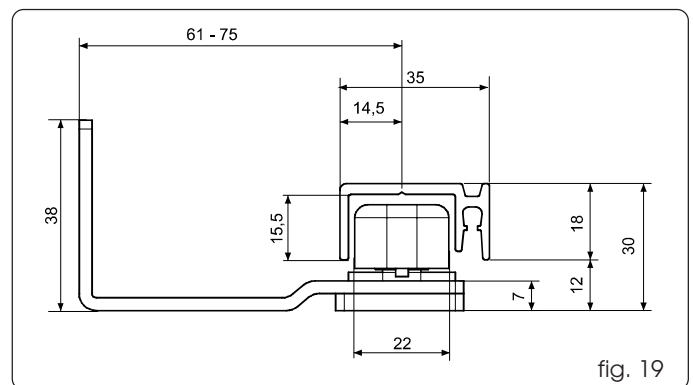

fig. 19
- Assembleer de glij schoenen volgens de maten die worden aangegeven op fig. 19 en 20.
Voor de zelfdragende uitvoering wordt geadviseerd de glij schoen van fig. 19 te gebruiken.